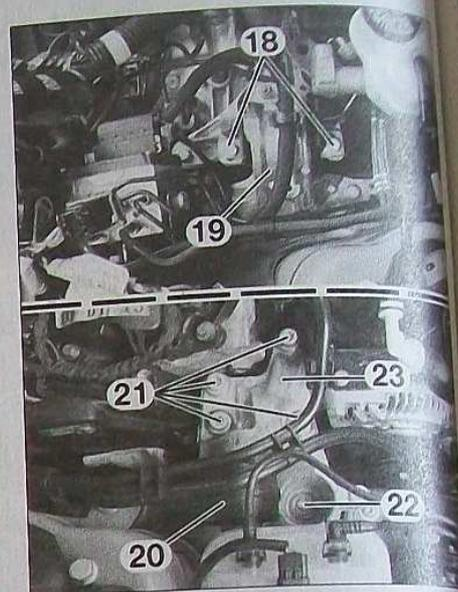

FIG. 52
- les vis du support moteur gauche (18) (Fig.52).
- le support moteur gauche (19).
- la biellette anticouple supérieure droite (20).
- les vis (21).
- l'écrou (22).
- le support moteur droit (23).